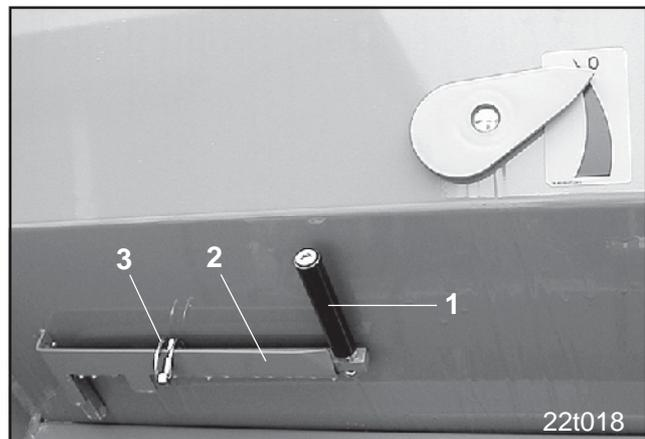

Fig. 11.8
(Fig. 11.8/1) steckt in einer Halterung (Fig. 11.8/2)
Klappstecker (Fig. 11.8/3) gesichert.
- Abdrehkurbel (Fig. 11.8/1) in die Halterung stecken und sichern